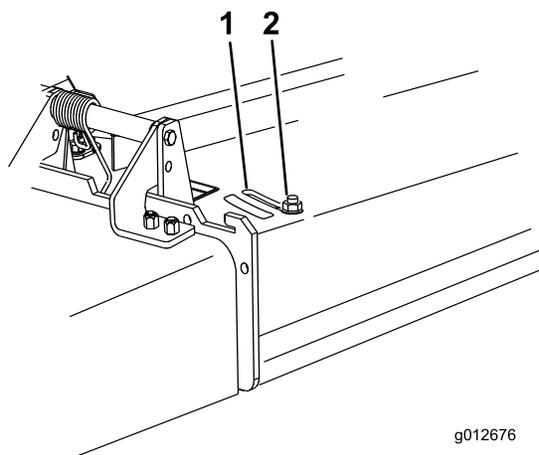

Figure 20
- Pour régler le déflecteur, desserrez l'écrou (Figure 20).